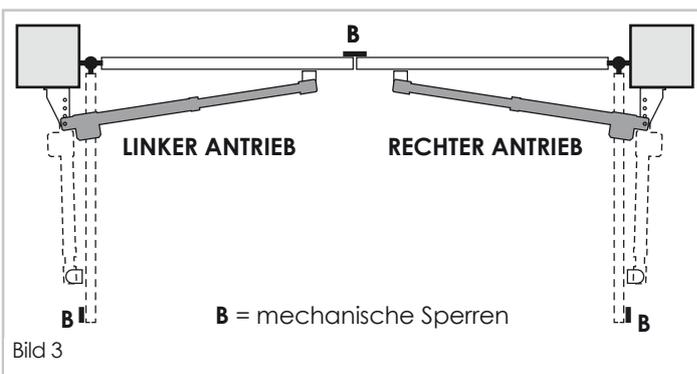

Bild 3
Bitte prüfen Sie, dass das Tor mit **mechanischen Sperren (B)** bei **Verschluss- und Öffnungsstelle** ausgerüstet ist. (Bild 3)